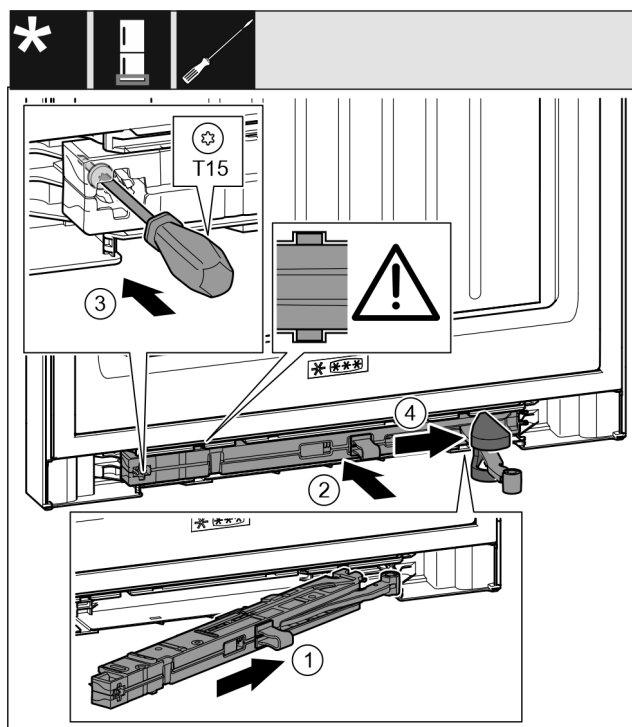

Fig. 66
- ▶ Tolja be ferdén, ütközésig a záráscsillapító egységet Fig. 66 (1) a mélyedésbe a csapágybak felőli oldalon.
- ▶ Tolja be teljesen a mélyedésbe a záráscsillapító egységet Fig. 66 (2).
- ▶ Húzza meg a csavart Fig. 66 (3) csavarhúzóval.
- ▶ Tolja rá a csuklóra a fedelet Fig. 66 (4).